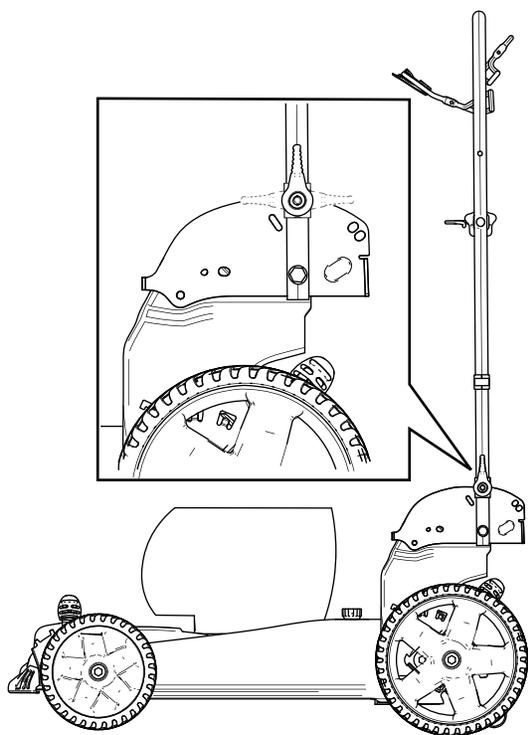

Figura 20
4. Piegate la stegola in avanti o in posizione verticale o in posizione completamente in avanti come illustrato in Figura 20.